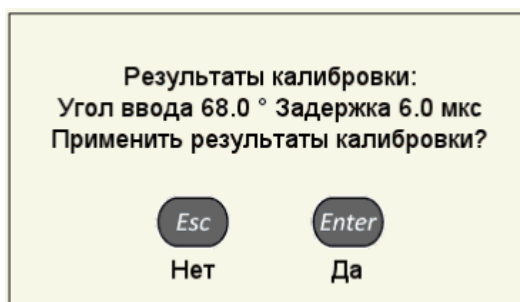

Рисунок 46
– подтвердить принятие результатов калибровки –  или отказаться от результатов калибровки –  (рисунок 46).